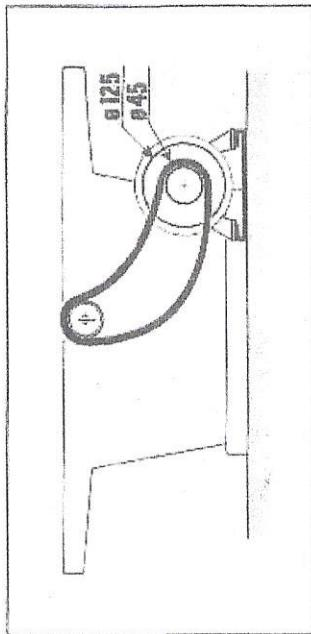

Figure 5
- lorsqu'on se sert d'une machine, enlever la courroie de la poulie-moteur Ø 125 mm pour la laisser patiner sur l'étage inférieur Ø 45 mm (fig. 5)